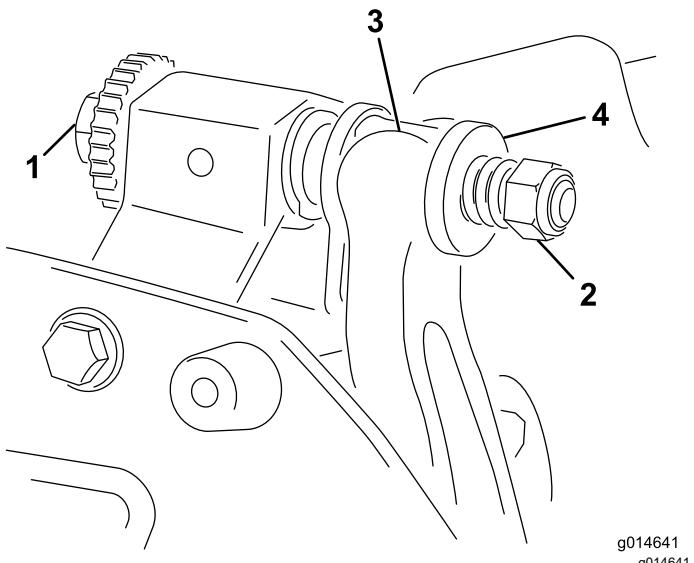

Bild 20
1. Drehen Sie die Einstellschraube des Untermesserträgers nach links, um den Abstand zwischen dem Untermesser und der Spindel zu vergrößern (Bild 20).
2. Drehen Sie die Federspannungsmutter so weit hinaus, bis die Scheibe nicht mehr gegen den Untermesserträger angespannt ist (Bild 20).
1. Montieren Sie den Untermesserträger. Positionieren Sie die Befestigungsöhlen zwischen die Scheiben und der Einstellschraube des Untermesserträgers (Bild 20).